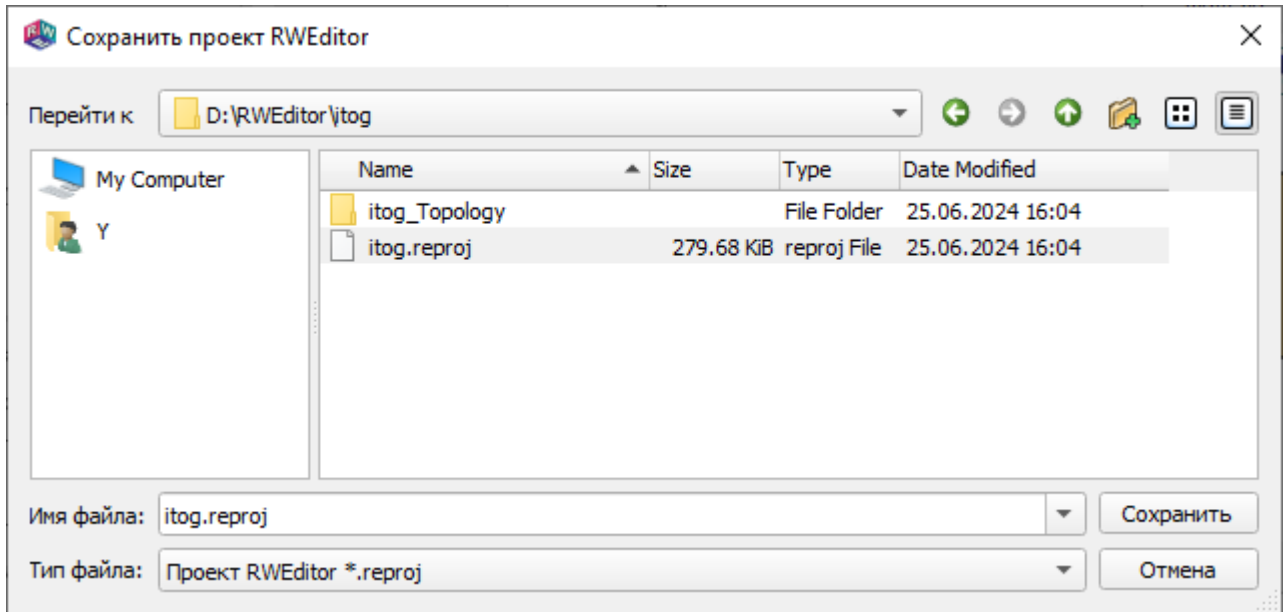

Рис. 7
6.4.2. Для сохранения текущего проекта в файл с новым именем выполнить команду  «Сохранить как...» меню «Главная». На экран будет выведен стандартный диалог сохранения файла с расширением reproj (рис. 7).